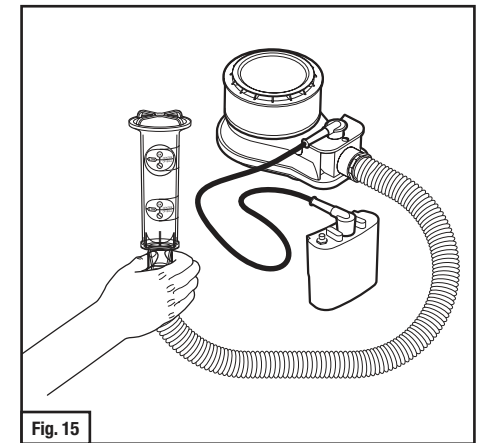

Fig. 15
- b. Tuyaux de respiration GVP-122, GVP-123 et H-115 : Insérer l'extrémité dans l'orifice du tuyau de respiration (Fig. 15) et maintenir le débitmètre à la verticale.